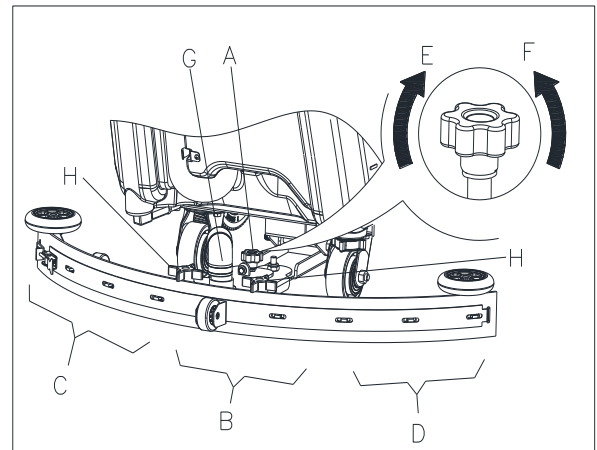

Figura 11
1. Installare il tergitoro e serrare i dadi (H, Figura 11), quindi collegare il tubo dell'aspirazione (G) al tergitoro.
2. Regolare il tergitoro mediante la manopola di regolazione del tergitoro (A, Figura 11).
- a) Se c'è uno spazio vuoto tra il suolo e la sezione mediana della gomma del tergitoro posteriore (B), regolare ruotando la manopola (A) in senso antiorario (F) fino a quando tutte le sezioni della gomma del tergitoro posteriore sono bene a contatto con il suolo, la gomma anteriore tocca leggermente il pavimento.
- b) Se c'è uno spazio vuoto tra il suolo ed entrambe le estremità della gomma posteriore (C e D), regolare la manopola (A) in senso orario (E) finché tutte le sezioni della gomma siano bene a contatto con il suolo e la gomma anteriore tocchi il suolo leggermente.